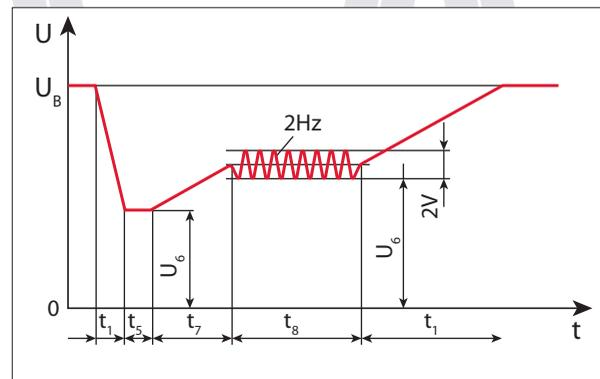

Рис. 4. Встроенная кривая пульсаций переменного тока, возникающих в цепях питания при запуске автомобиля по ISO-16750-2
- пульсации переменного тока, возникающие в цепях питания при запуске автомобиля (рис. 4).